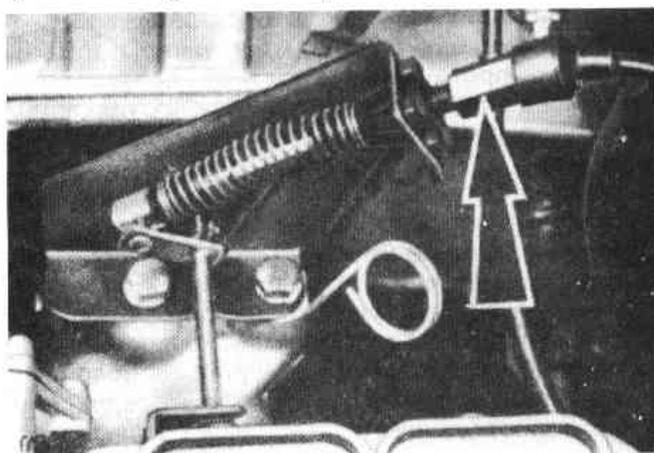

Рис.3.11. Регулировочная гайка троса газа (Разд. 15)
3. Вращайте регулировочную гайку до тех пор, пока дроссельная заслонка не окажется полностью открыта, но трос не будет провисать, а тяга не будет заедать (Рис.3.11).